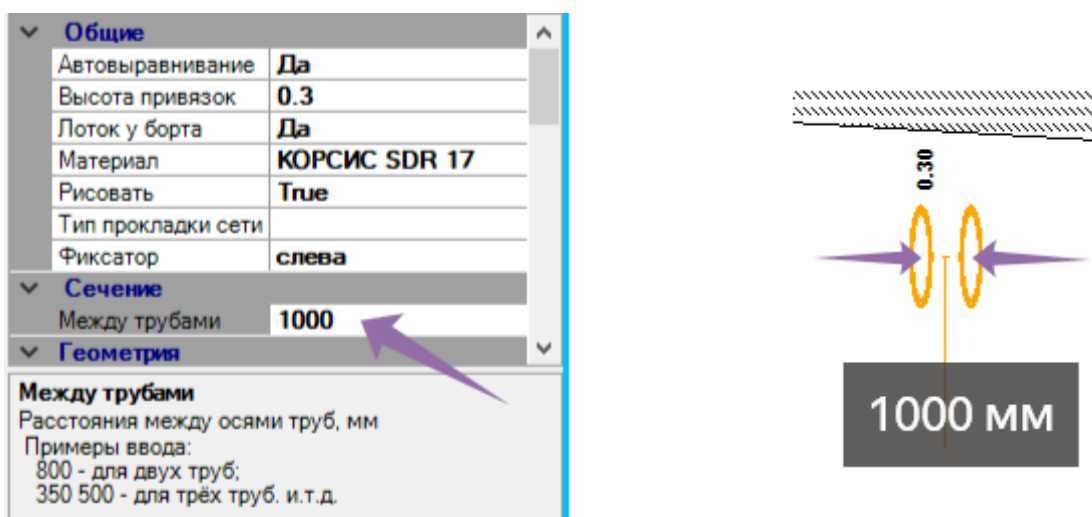

Рис. 4. Параметр задания расстояния между нитями в сечении. На рисунке справа показано влияние параметра на изображение места пересечения в другом профиле.
**«Количество нитей».** Алгоритм сравнения будет учитывать количество нитей в поперечном сечении участка. Если количество нитей для сети теплоснабжения и ГВС задается в **конструкторе сечения**, то для других сетей все иначе. Для сетей водоснабжения и водоотведения количество нитей явное не задается – для этого предусмотрен параметр в данных участка **«между трубами»**, который задается в мм и устанавливает расстояние между нитями в сечении (см. рис. 4).